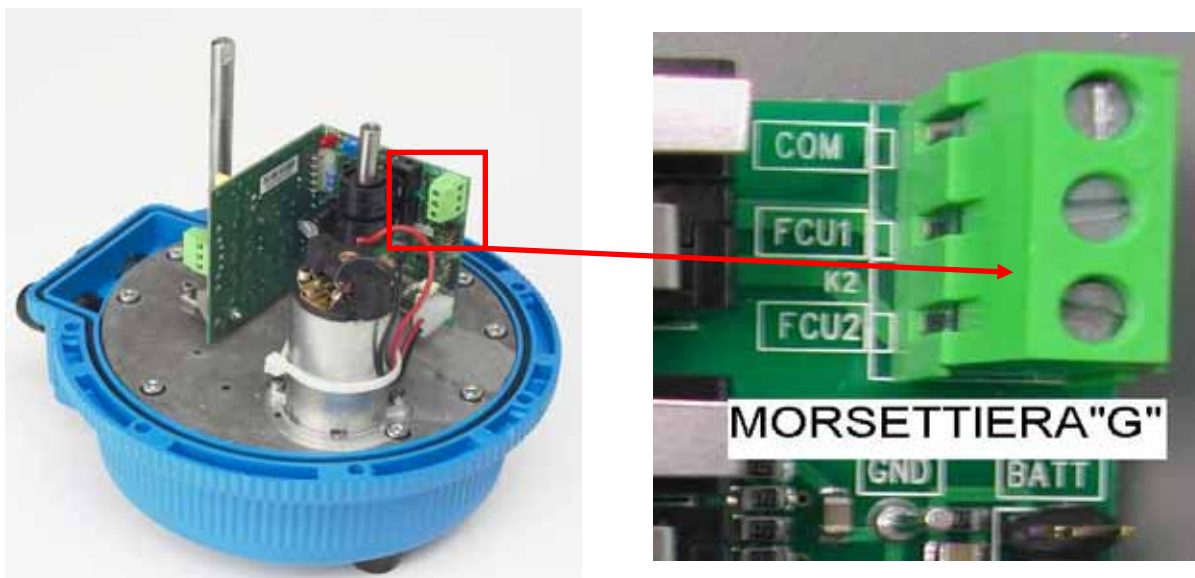

Рис.4 Плата управления и деталь клеммной панели “G”
- Перейти к подсоединению проводов к специальной клеммной панели ”F”, в соответствии с электрической схемой (см. также шильдик, закрепленный внутри защитного кожуха) в зависимости от различного напряжения (см. рис. 4)
4.4 Подсоединение вспомогательных сигналов концевика (рис.4)